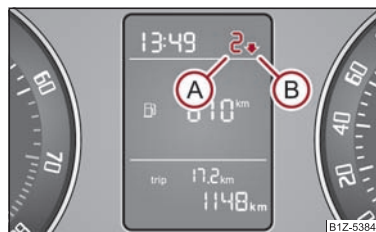

Abb. 17 Schaltempfehlung für Gangwechsel
Im Display des Kombi-Instruments wird eine Information zum geschalteten Gang ① ⇒ Abb. 17 angezeigt.